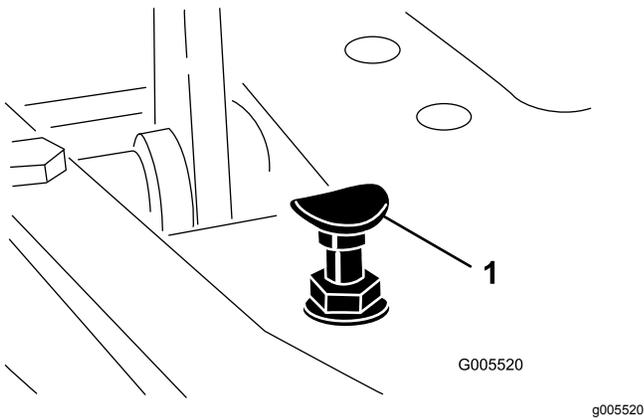

図 43
モードレバーを移動走行位置にセットし、ペダルを一杯に踏み込めば最高速度となります。ケーブルに張力が掛かる前にペダルがストップ 図 43 に当たる場合には調整が必要です。
1. モードレバーを移動走行位置にセットし、ペダルストップを固定しているロックナットをゆるめる 図 43。